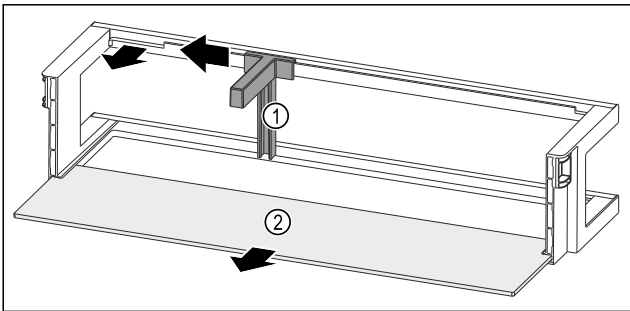

Fig. 223 Balconnet de contre-porte avec range-bouteilles et tablette de rangement
- Pousser le range-bouteilles Fig. 223 (1) sur le côté jusqu'à l'évidement.
- Retirer le range-bouteilles Fig. 223 (1).
- Retirer la tablette de rangement Fig. 223 (2).